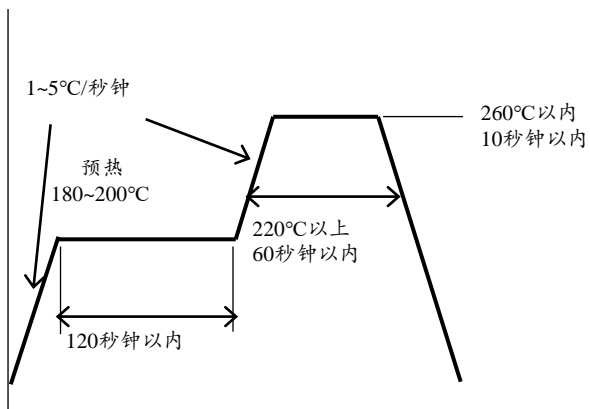

图19. 回流焊条件（日亚推荐）
- 2) 关于回流焊温度曲线，应该在参考图19基础上，根据使用的焊料进行设定。